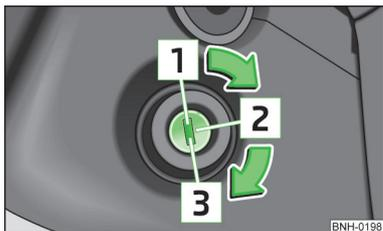

Fig. 88
Posizioni della chiave veicolo nel blocchetto di accensione » fig. 88
- Inserire l'accensione **[2]** » fig. 88.
➤ Ruotare la chiave in posizione **1** » fig. 88 a pagina 98.